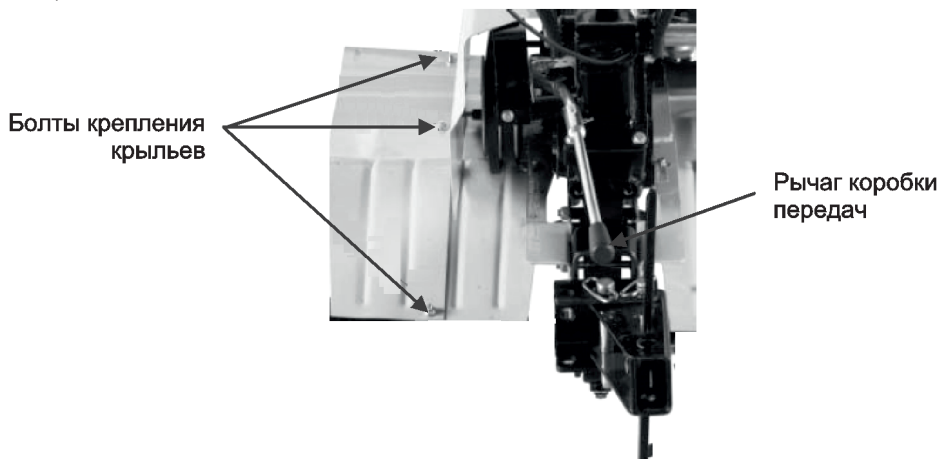

Рис. 7
7. Установите на мотоблок защитные крылья фрез (Рис. 7)
8. Установите рычаг переключения передач, закрепив его болтом с гайкой (Рис. 7).